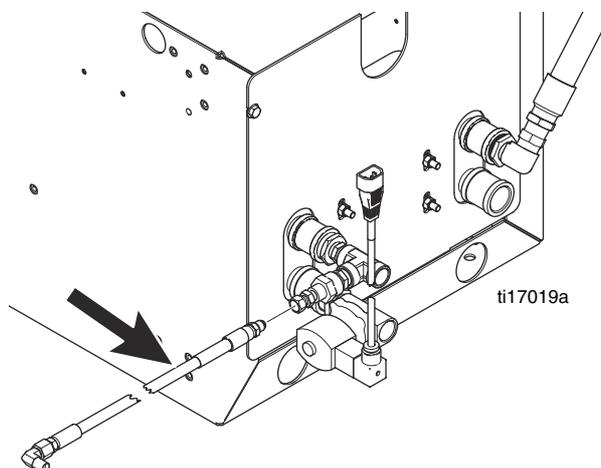

FIG. 17 : Installation des raccords et du flexible
11. Montez les raccords et le flexible puis raccordez le kit monté sur l'orifice de retour du réservoir comme illustré dans la FIG. 17.
13. Raccordez la conduite de retour de produit à l'orifice ouvert du raccord en T au niveau du réservoir. Consultez la FIG. 17.